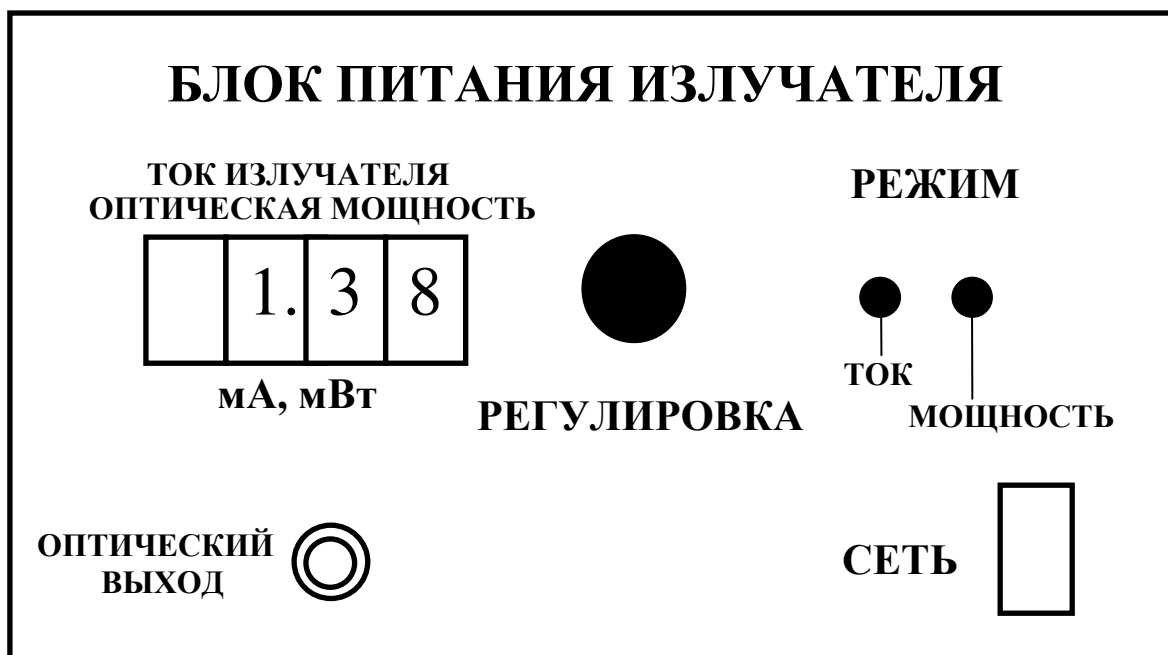

Рис. 2
8. Блок питания излучателя (БПИ). Его лицевая панель изображена на рис.2.
Он обеспечивает генерацию оптического излучения в диапазоне длин волн $\lambda=1,33$ мкм с помощью лазерного диода (полупроводникового лазера) типа LFO-14-ir с выходной мощностью 1 мВт. Диод состыкован с отрезком одномодового волокна, которое оконцовано коннектором типа FC/SPC. Подключение его к внешним оптическим цепям осуществляется с помощью оптической розетки типа FC «ОПТИЧЕСКИЙ ВЫХОД», выведенной на лицевую панель (рис.2).